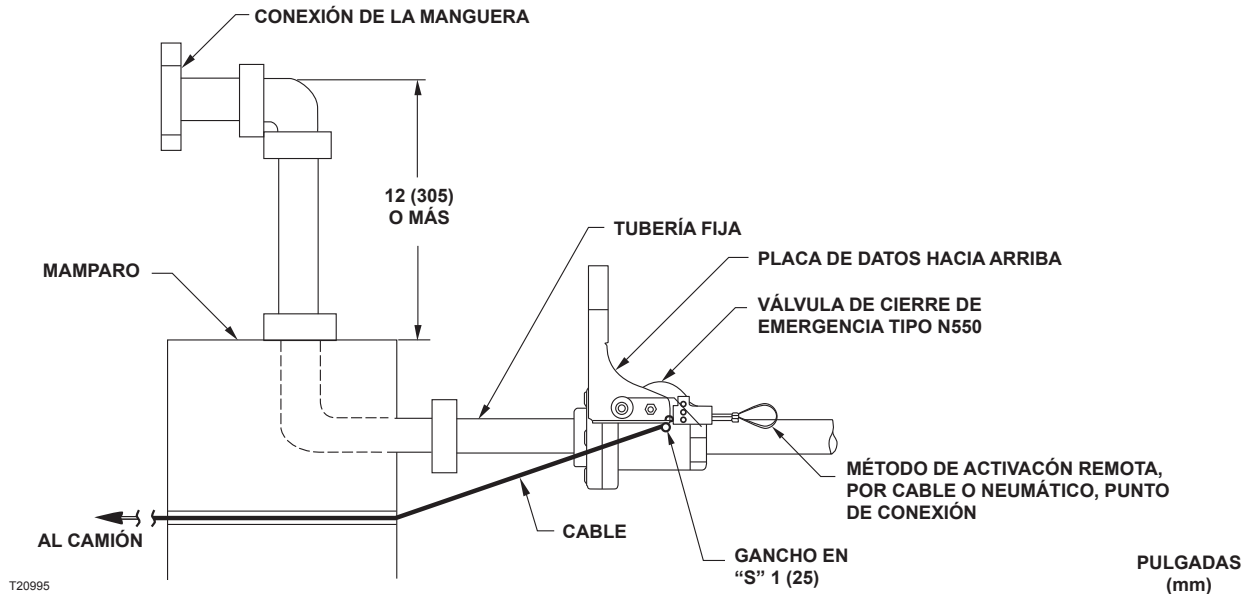

Figura 5. Instalación del cable de liberación por movimiento (opcional)
1. Conecte un cable de liberación adecuado como un cable de aviación de acero inoxidable a un gancho convencional en "S". Conecte el gancho en "S" a la manija de la Tipo N550, como se muestra en la Figura 5.
2. El cable debe extenderse por el mamparo justo debajo y al lado de la tubería. El cable debe estar en línea con la palanca de funcionamiento; consulte la Figura 5.